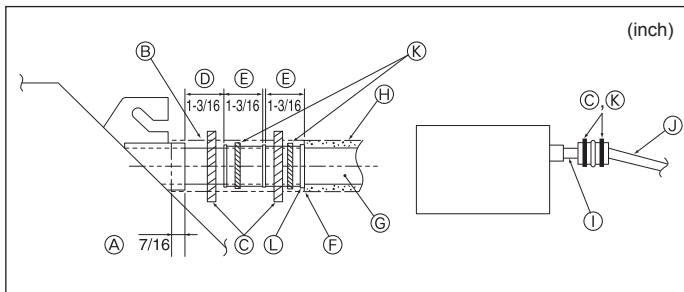

Fig. 4-6
1. Conecte el tubo de desagüe (suministrado con la unidad) al orificio de desagüe. (Fig. 4-6)